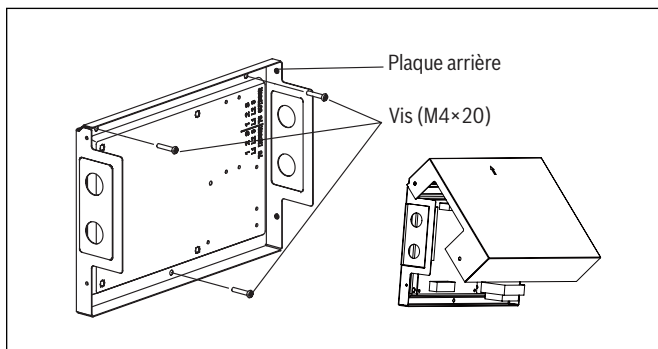

Figure 4
- Fixez la plaque arrière de l'INTERFACE 24V sur le mur. Fixez l'INTERFACE 24V verticalement et fixez la plaque arrière au mur avec 3 vis (M4x20) et des ancrages (voir la Fig. 4).